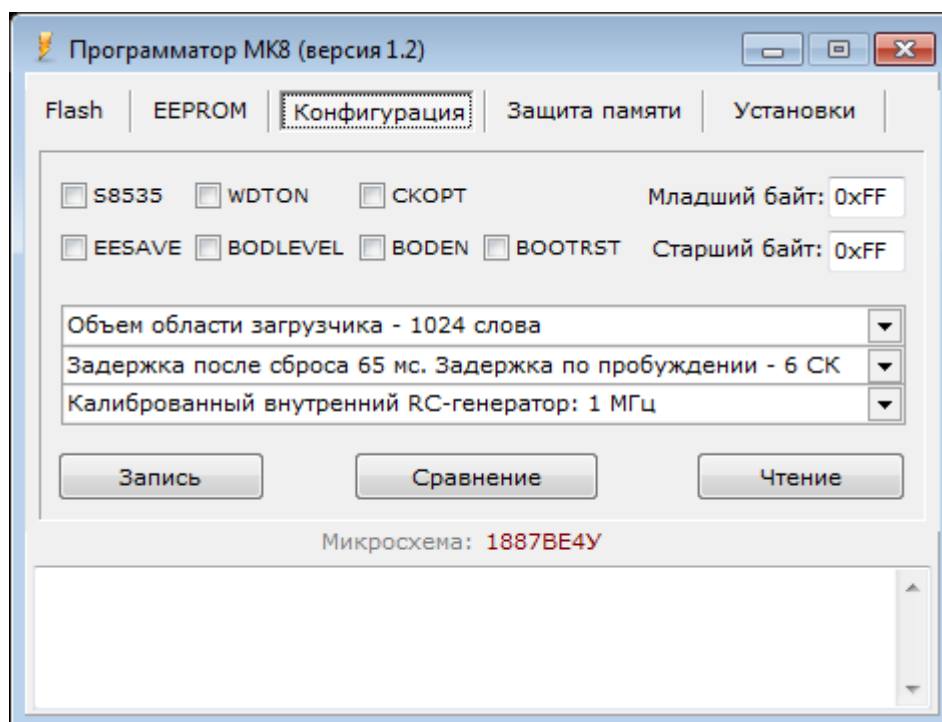

Рисунок 6 – Чтение конфигурации микроконтроллера
5.10 Далее выбирается ISP-скорость работы программатора. Для выбора оптимальной скорости работы рекомендуется выставить максимально возможную скорость, затем провести чтение бит конфигурации (нажать кнопку “Чтение” на вкладке “Конфигурация”, см. рисунок 6).